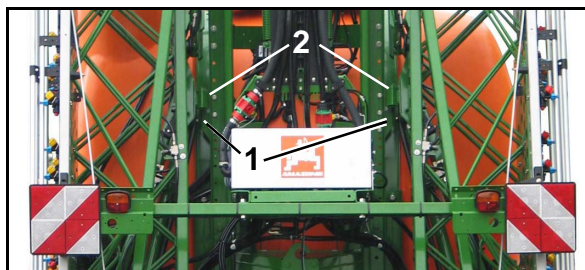

Fig. 146
Richten Sie das Spritz-Gestänge über die Neigungs-Verstellung aus, wenn die Fanghalter (Fig. 146/1) die Fangtaschen (Fig. 146/2) nicht aufnehmen.
1. Senken Sie das Spritz-Gestänge über die Höhen-Verstellung vollständig ab (Funktionsfeld ) , bis die Fanghalter (Fig. 146/1) die Fangtaschen (Fig. 146/2) aufnehmen.
Fig. 146 zeigt das verriegelte Spritzgestänge
Hinweis!  Richten Sie das Spritz-Gestänge über die Neigungs-Verstellung aus, wenn die Fanghalter (Fig. 146/1) die Fangtaschen (Fig. 146/2) nicht aufnehmen.